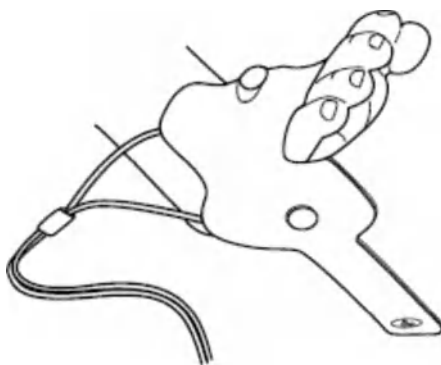
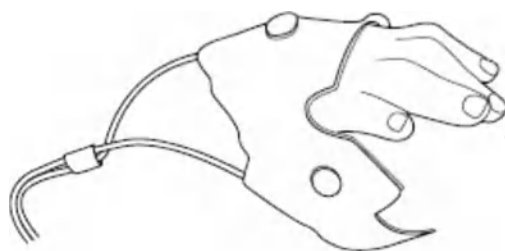
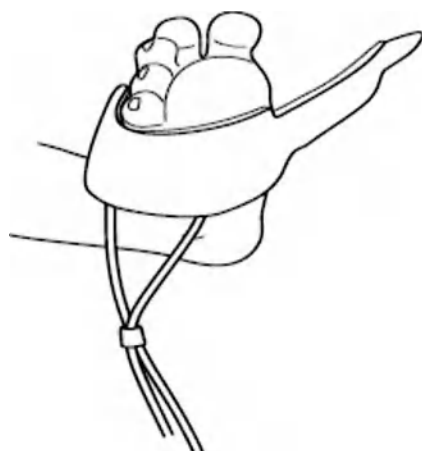

Рис. 5.1.55.
Рис. 5.1.56.
Рис. 5.1.57.
1. Направьте кабель датчика к пациенту. Расположите датчик YI в верхней части стопы **рис. 5.1.55.** или руки **рис. 5.1.56.** так, чтобы центр манжеты **рис. 5.1.57.** Оказался под 5-ым пальцем, окошко детектора – на мясистой части, а окошко излучателя (кабель помечен красным индикатором) – на противоположной стороне.